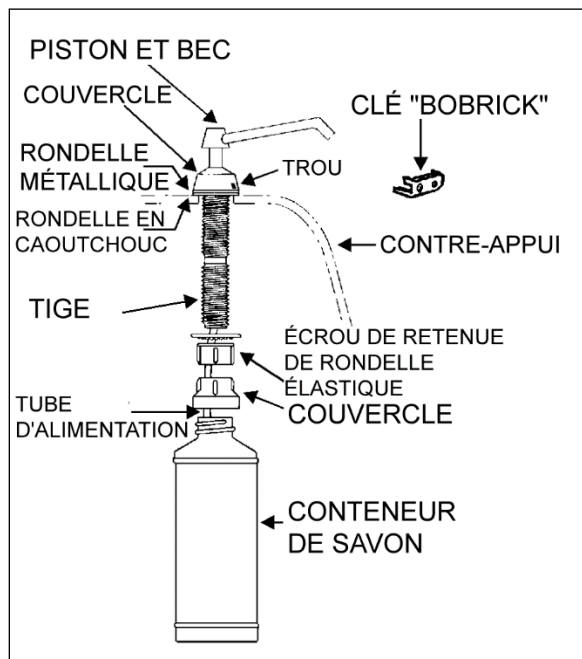

FIGURE 51: DISTRIBUTEUR DE SAVON LIQUIDE
2. Insérer la clé BOBRICK dans le trou rectangulaire du capuchon (Figure 51) et pousser directement. En tenant la clé BOBRICK enfoncée, faire pivoter le capuchon d'environ 1/8 de tour dans le sens antihoraire.